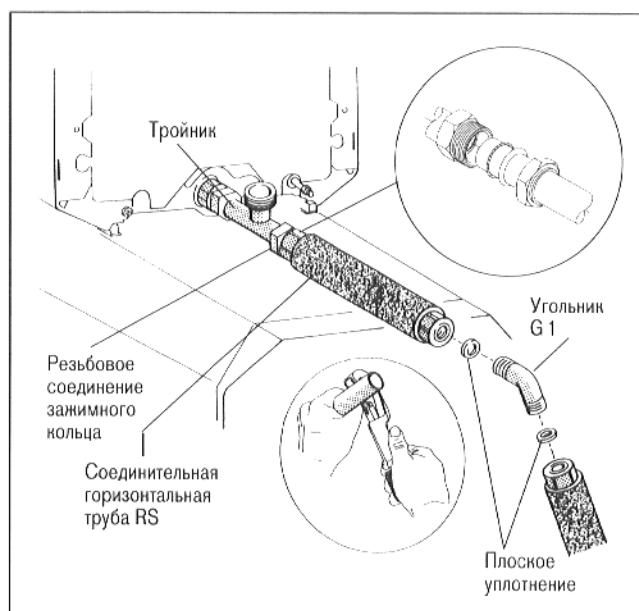

Рис. 6
- Отрезать, при необходимости, горизонтальную соединительную трубу для возвратной линии бойлера RS, на указанный в таблице размер (рис. 6).
- Надеть на (отрезанную) горизонтальную соединительную трубу RS накидную гайку, зажимное кольцо и о-образное кольцо 26 x 3 и вставить соединительную трубу в нижнюю часть резьбового соединения. Привинтить накидную гайку прочно к нижней части резьбового соединения (рис. 6).
- Вложить плоское уплотнение в накидную гайку только что монтированной соединительной трубы и привинтить угольник G 1 к соединительной трубе (рис. 6).
- Вложить плоское уплотнение в накидную гайку длинного ответвления соединительной трубы RS и привинтить к угольнику (рис. 6).